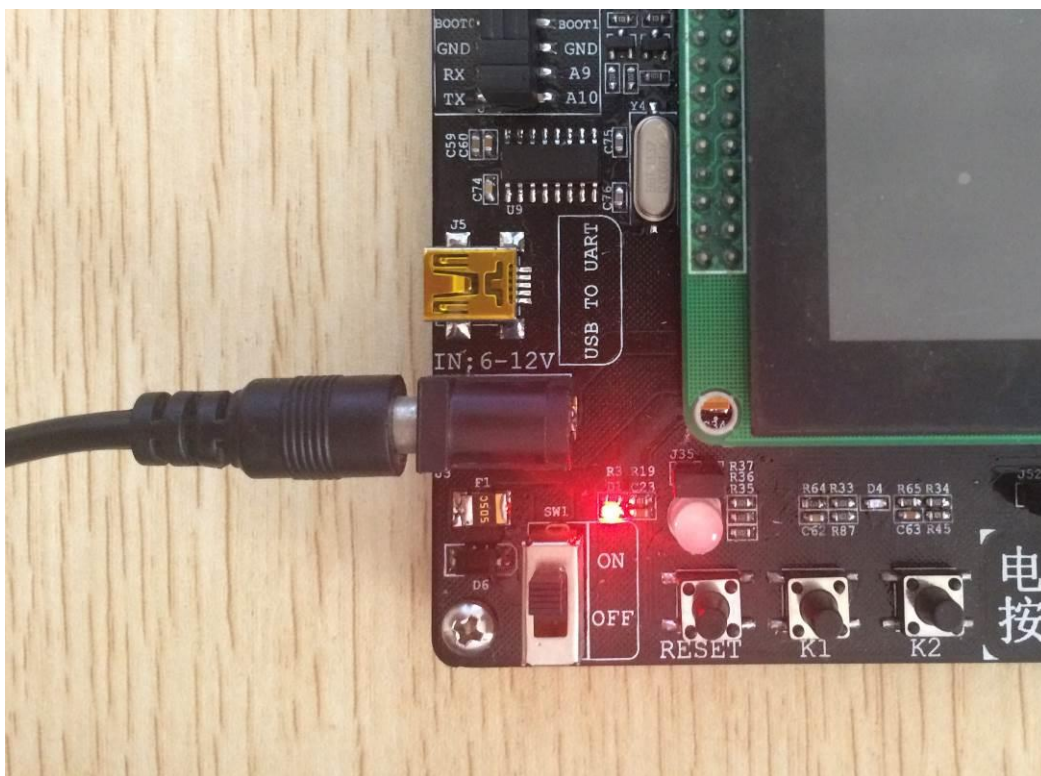
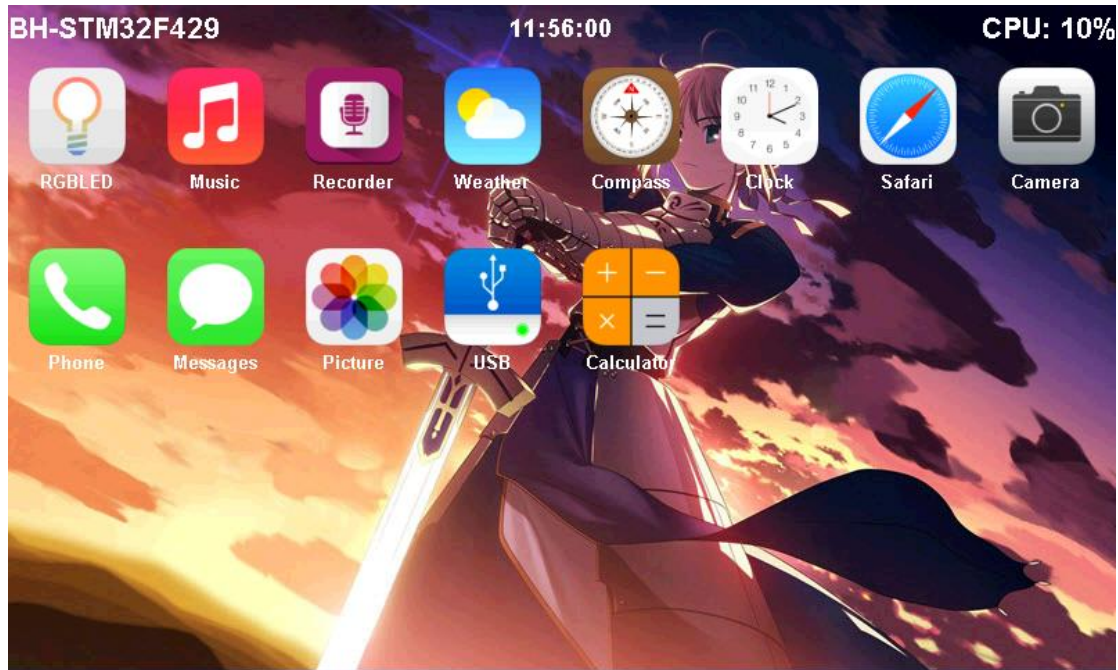

图 1-1 接上电源适配器并打开电源开关
图 1-2 开机后的液晶界面截图
- (1) 使用 12V 1A 电源适配器为开发板供电。发货清单内有一个 12V 1A 的电源适配器用于给开发板提供电源，开发板左下角预留有与电源适配器对应的电源接口。
- (2) 连接好电源适配器后打开电源开关，板子左下角的红色电源指示灯亮，此时液晶屏亮起来，见图 1-1 **错误!未找到引用源。**。等待开发板硬件初始化完成，显示 GUI 界面，见图 1-2。